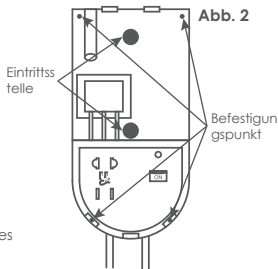

Abb. 2
2. Bringen Sie die Halterung an der Wand an und markieren Sie die Wand mit einem Bleistift an den in Abb. 2 gezeigten Befestigungspunkten.
2. Führen Sie das Netzkabel durch eine der beiden Einführungen (Abb. 2) und schließen Sie es an die Klemmen an.